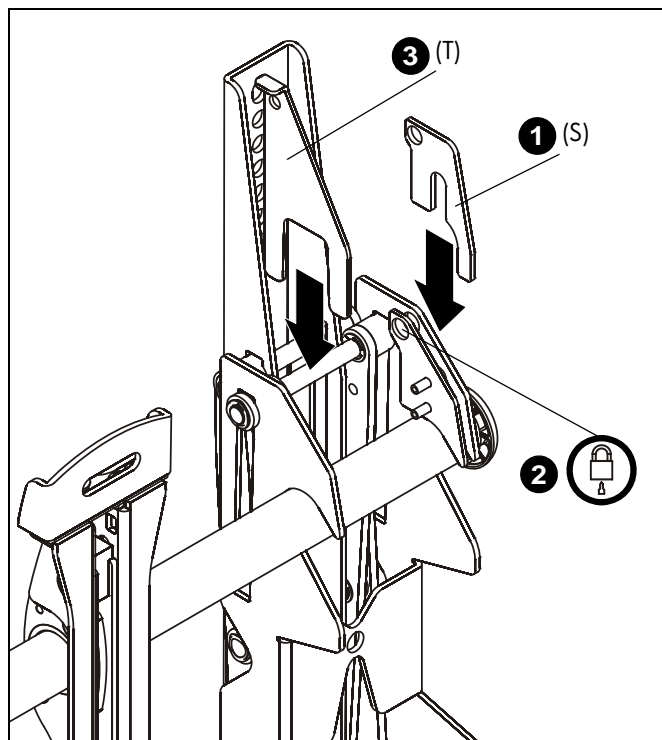

рис. 15
1. Установка защитной скобы (S) на кронштейн. (См. рис. 15)
2. Вставьте висячий замок (не входит в комплект) в отверстия на малой защитной скобе (S) и кронштейне.
3. Установите удерживающую скобу (T) на кронштейн, для защиты в сложенном положении. (См. рис. 15)